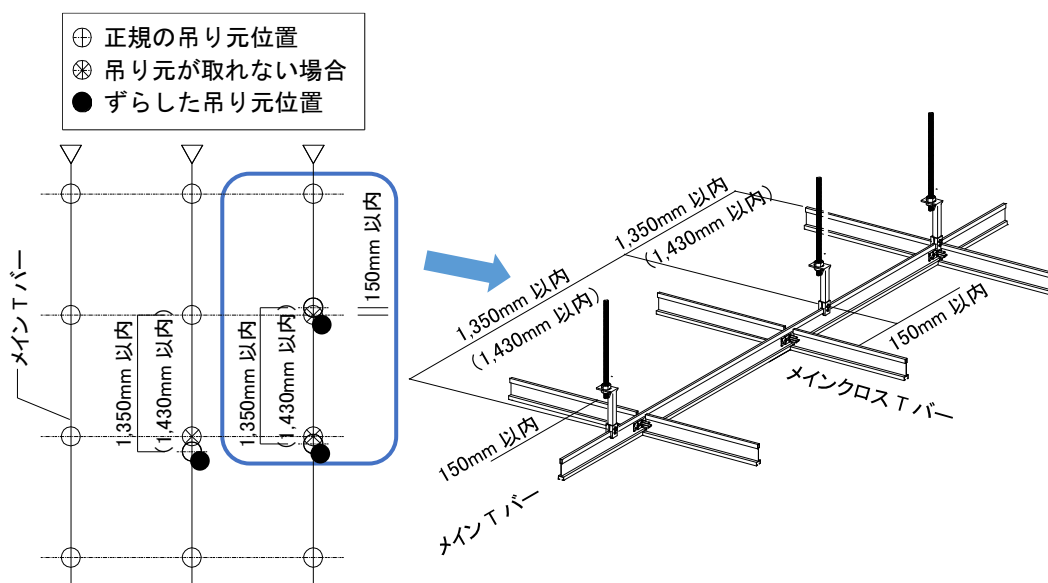

図2-3-2 吊りボルト設置時の注意事項
②ハンガーを組付けた吊りボルトをインサートにねじ込み、吊りボルトが鉛直になるように設置すること。
③吊りボルト設置時は、メインTバーとメインクロスTバーの交点 $1,200 \times 1,200\text{ mm}$ または $1,280 \times 1,280\text{ mm}$ 付近に直吊りする。やむを得ず交点から離れて吊る場合は、メインTバー方向、メインクロスTバー方向とも 150 mm以内とし、吊りボルト相互の離れは 1,350 mm以内 ($1,280 \times 1,280\text{ mm}$ の場合は 1,430 mm以内) とすること。(図 2-3-2 参照)